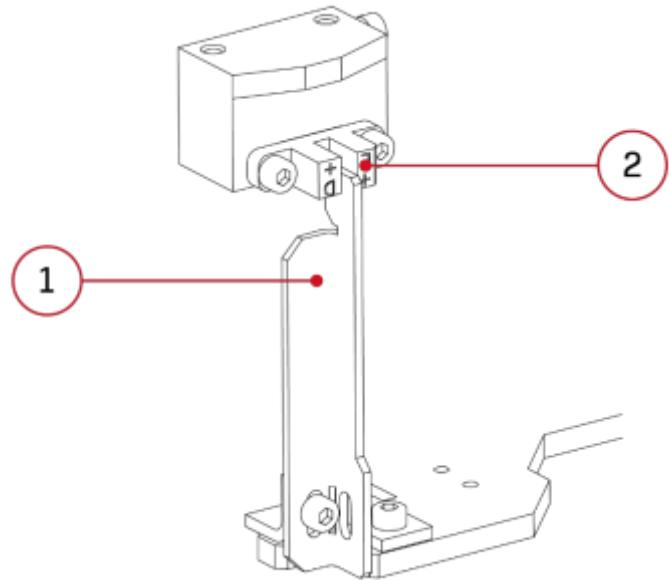

Рис. 6 1. Выключатель оси Z | 2. Концевой упор оси Z – в правильном исходном положении
- Убедиться, что выключатель оси Z (рис. 6) не поврежден, не сломан и не согнут, и что он совпадает с концевым упором оси Z (совмещен с пазом концевого упора).